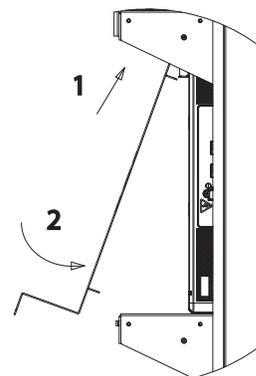

Figure 4-24. Pose de l'intercalaire de module (2 de 3)
2. Voir Figure 4-24. Enfiler l'intercalaire derrière les supports.